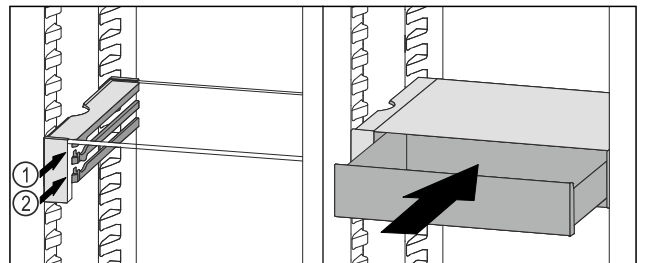

Fig. 109
- ▶ 将 VarioSafe 抽屉放置在所需肋梁 Fig. 109 (1) 或 Fig. 109 (2) 上的止挡器后面。